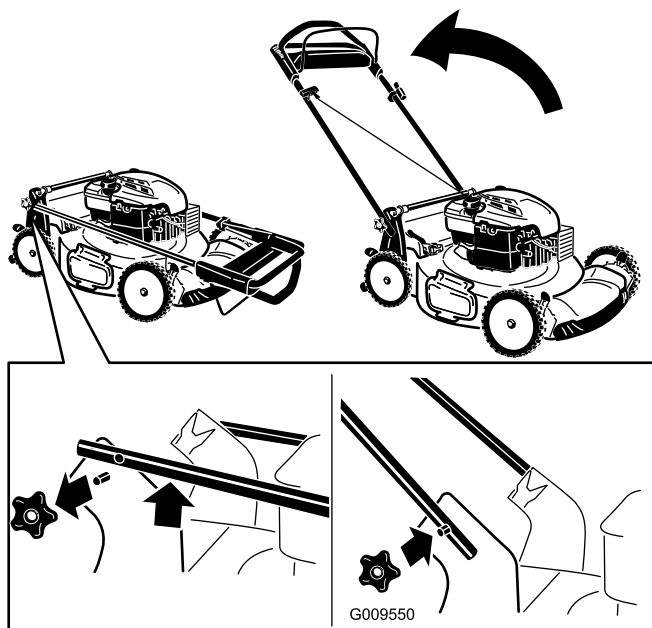

Рисунок 3
1. Снимите круглые рукоятки с корпуса газонокосилки (Рисунок 3).